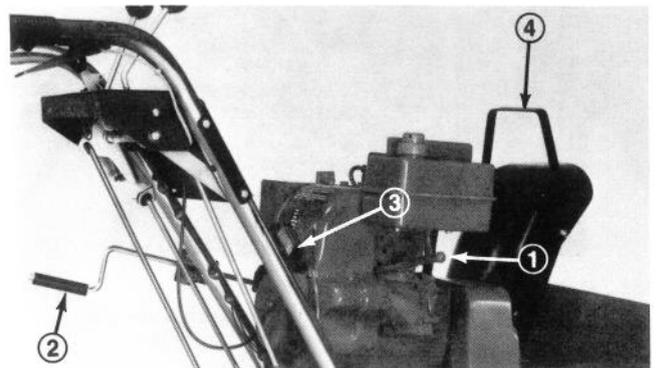

Figure 18
**Robinet d'arrêt d'essence (Fig. 18)** — Ce robinet se trouve sous le réservoir d'essence. On doit fermer le robinet pour arrêter l'arrivée d'essence au carburateur, le rouvrir pour rétablir l'alimentation. Fermez le robinet quand la déneigeuse ne sert pas.
**Commande d'éjecteur (Fig. 18)** — Tournez la manivelle de commande de l'éjecteur à droite pour orienter l'éjecteur vers la gauche et tournez la manivelle vers la gauche pour orienter l'éjecteur vers la droite.
**Démarreur à rappel ou à rembobinage (Fig. 18)** — Le démarreur à rappel se trouve à l'arrière du moteur. Il suffit de le tirer pour mettre le moteur en marche.
**Manette du déviateur (Fig. 18)** — La manette du déviateur se trouve sur le dessus de l'éjecteur et sert à régler la hauteur du jet de neige.